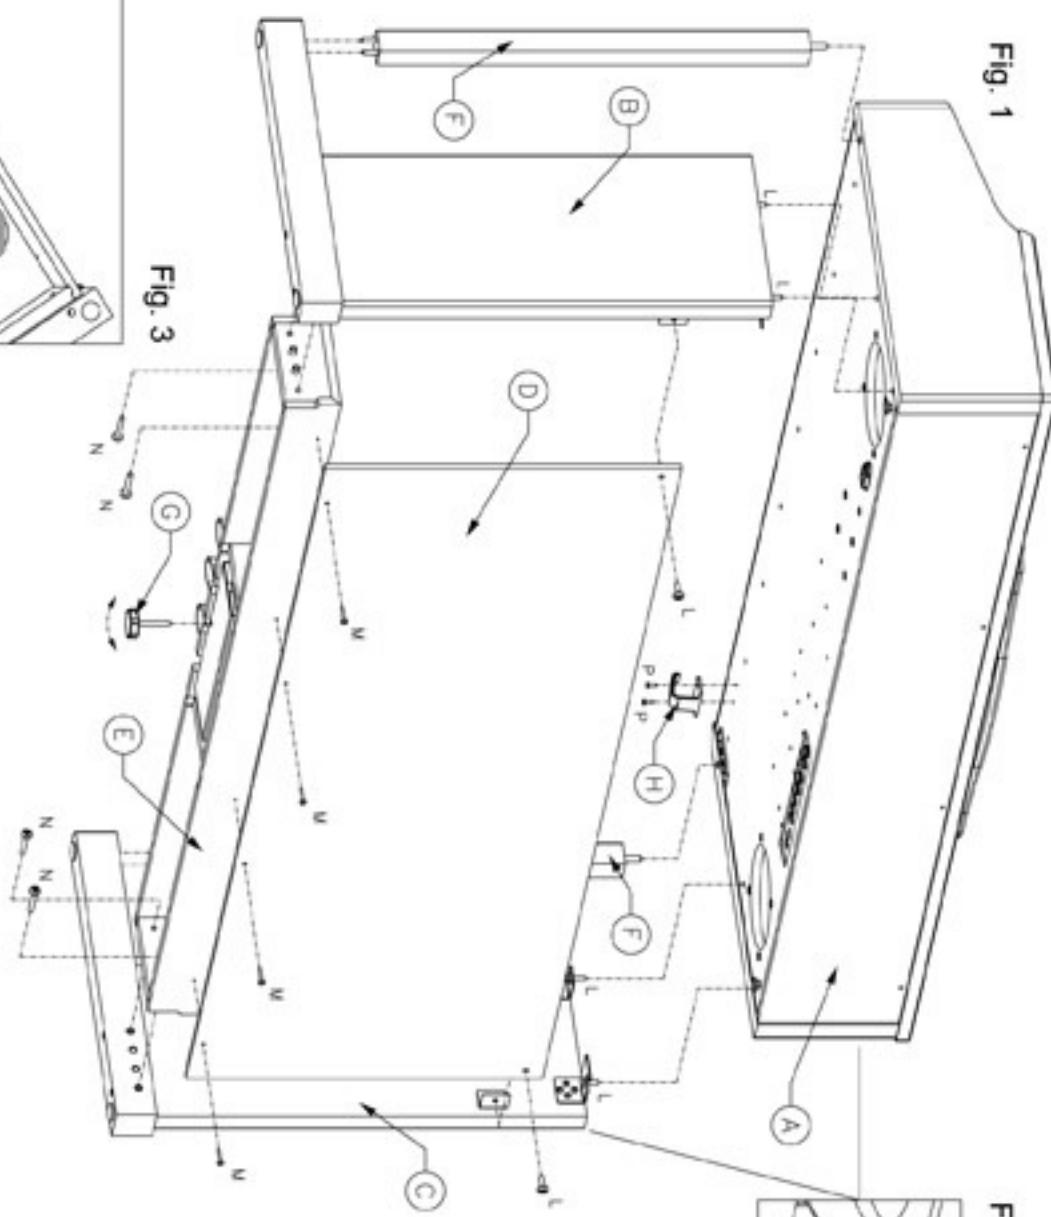
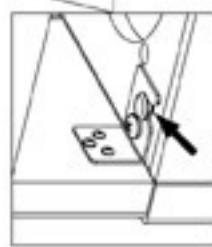

Fig. 1
Fig. 2
- 3)** Avvitare sul gruppo pedalini il piedino a vite (G) come Fig. 1
- 4)** Fissare la gamba destra (B) alla traversa (E) con viti (N) come Fig. 1
- 5)** Fissare la gamba sinistra (C) alla traversa (E) con viti (N) come Fig. 1
- 6)** Fissare il pannello posteriore (D) alla tarversa (E) con viti (M) e alle gambe destra (B) e sinistra (C) con viti (L) come Fig.1
- 7)** Infilare le gambe anteriori (F) sulle gambe destra (B) e sinistra (C) come Fig. 1
- 8)** Posizionare il piano cabinet (A) sopra lo stand, fissarlo con 4 viti (L) come Fig. 1 e fare attenzione all'inserimento dei perni come Fig. 2
- 9)** Fissare l'appendi cuffia (H) con viti (P) come Fig. 1